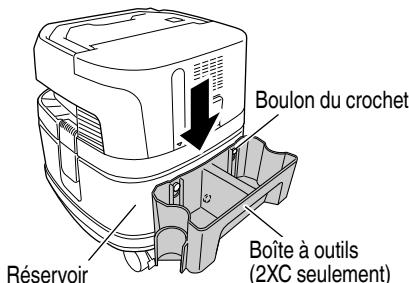

Fig. 24
(3) Assemblage de la boîte à outils (Fig. 24)